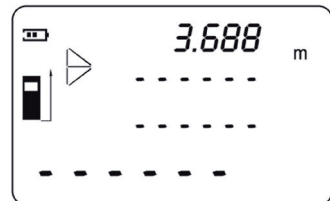

Abb. 21
5. Die Read-Taste betätigen, um die gemessene Länge AB in der ersten Zeile des Displays anzuzeigen (Abb. 21).